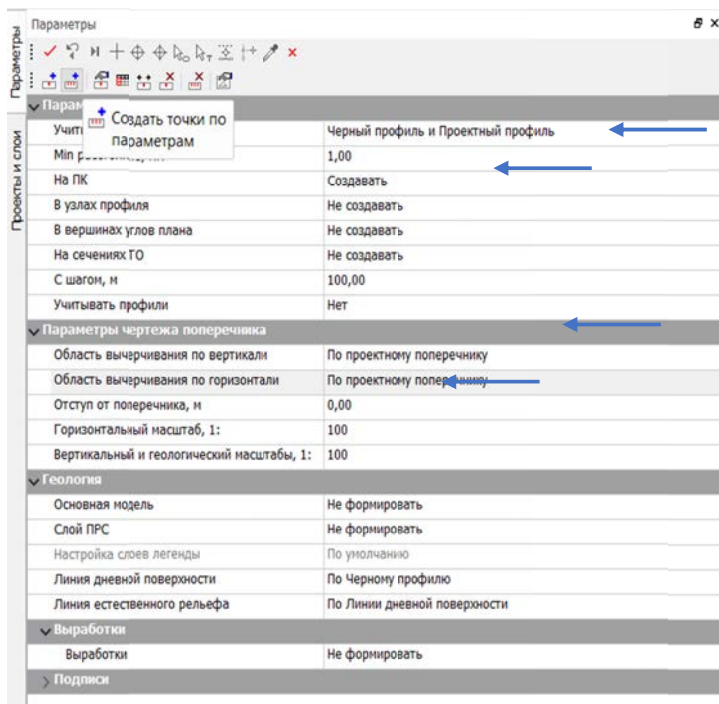

Рис. 6.31. Параметры создания поперечных профилей
2. Далее на локальной панели **Параметры** выбираем команду **СОЗДАТЬ ТОЧКИ ПО ПАРАМЕТРАМ** и задаем параметры создания поперечников для формирования чертежей как указано на рис. 6.31 (только на целых пикетах с областью вычерчивания – По проектному поперечнику).
4. Настраиваем параметры размещения сформированных поперечных профилей (рис. 6.31): команда **ПАРАМЕТРЫ ИНТЕРВАЛА** на локальной панели **Параметры**.